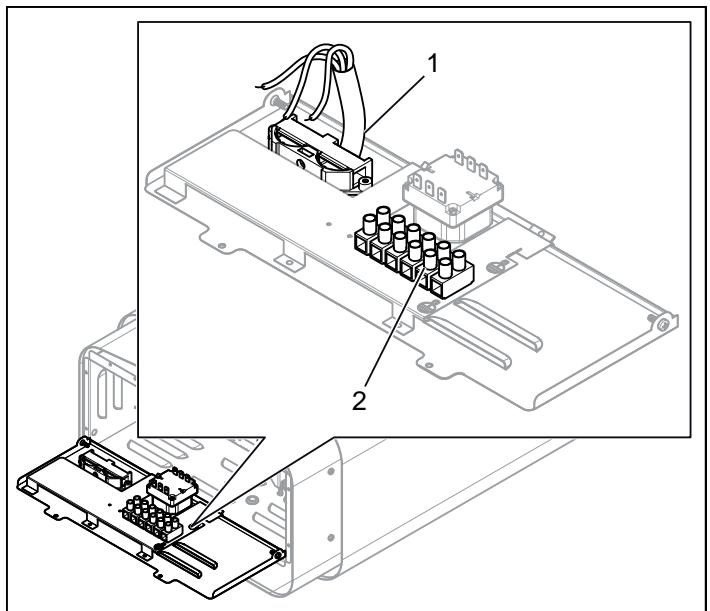

Fig 11: Elanslutning
3. Anslut elkabeln (1) i plint (2) (se Fig 11) enligt kopplingsschema (se Avsnittet Anslutning/kopplingsschema, sidan 8).